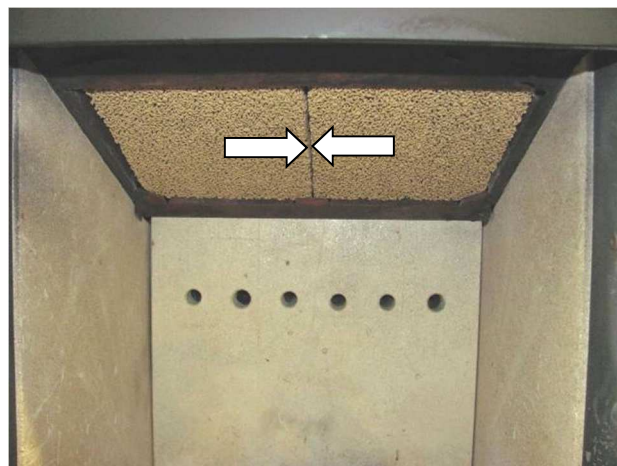

Abb. 12: Eingebauter HiClean-Filter®
Bevor der Ofen betrieben werden kann, müssen die mitgelieferten HiClean-Filter® Platten in den Feuerraum eingesetzt werden. Die Platten aus der Kartonverpackung entnehmen und oben im Brennraum parallel positionieren (siehe Abb. 12).
3. Am Ende ist darauf zu achten, dass kein Spalt auftritt zwischen den Platten (Abb. 12).